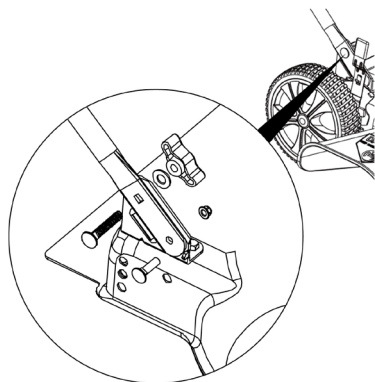

Рис. 5 Установка нижней части рабочей рукоятки
5. Установите нижнюю часть рабочей рукоятки. Совместите отверстия в кронштейне и рукоятках и закрепите нижнюю часть рабочей рукоятки на кронштейне с помощью болтов и гаек, как показано на Рис. 5.